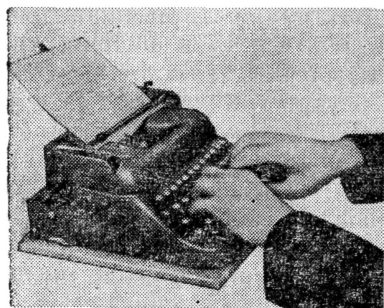

Рис. 16. Правильное положение рук при письме на пишущей машине
2. Постановка рук по отношению к клавиатуре должна быть правильной. Руки располагают над вторым основным рядом клавиатуры. Кончики пальцев слегка касаются соответствующих клавиш. Пальцы рук согнуты так, как будто держат крупное яблоко. Они не должны быть напряжены (рис. 16). Предплечье должно находиться приблизительно параллельно расположению клавиш на клавиатуре. Плечо и предплечье должны образовывать угол около 80° . Локти при этом обязательно должны быть слегка расставлены, а не прижаты к туловищу, иначе, во-первых, трудно обеспечить правильный кистевой удар, а, во-вторых, при длительной работе неизбежна сильная утомляемость рук (дело может дойти даже до сильной боли в предплечье). Здесь наблюдается полная аналогия с постановкой рук при игре на фортепьяно. Более подробные сведения о рабочей позе при письме на пишущей машине приводятся в следующем разделе. Руки пишущего должны быть чистыми. Рекомендуется, прежде чем сесть за пишущую машину, тщательно вымыть руки с мылом и вытереть насухо. Ногти на руках должны быть коротко острижены, иначе трудно будет выполнить указания о правильной постановке рук при работе на пишущей машине.